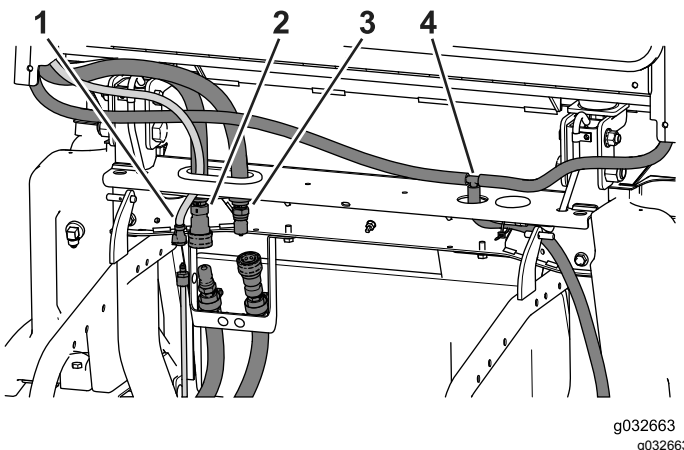

Figura 109
1. Desconecte el tubo del lavaparabrisas, la manguera de alimentación del calentador y la manguera de retorno del calentador (Figura 109).
2. Retire las bridas que sujetan el tubo de vaciado a la máquina, si las hay (Figura 109).